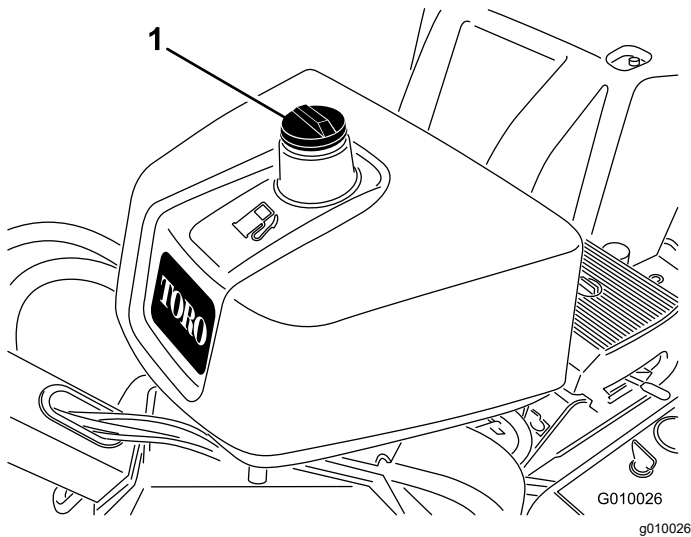

Figura 15
2. Limpie la zona alrededor del tapón del depósito de combustible y retire el tapón (Figura 15).